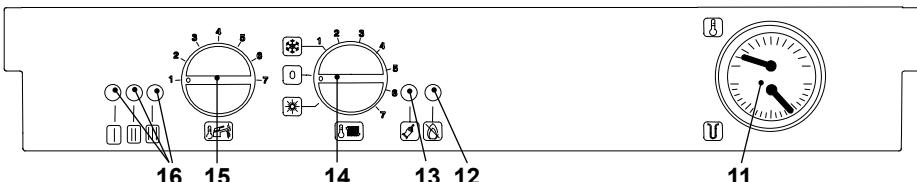

рисунок 1.3
- Включите электропитание котла. Индикатор котла 16 (рисунок 1.3) будет моргать каждые 4 секунды (состояние ожидания)
Термоманометр (11, рисунок 1.3) поможет Вам проконтролировать получение заданных температур.